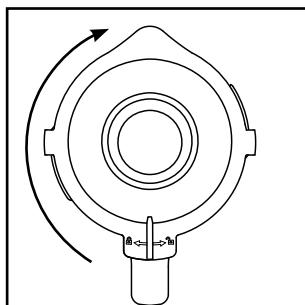

Fig. 2
- 4) Sæt låget **2** forskudt på blenderkanden **3** igen. Luk låget **2** ved at dreje det med uret til position  indtil det klikker hørbart på plads (se fig. 2).